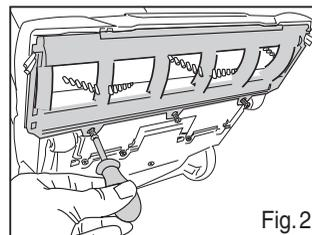

Fig. 2
• Ponga la aspiradora con su parte posterior en el piso. Retire los 3 tornillos (Fig. 2). Haga girar la placa del cepillo de rodillo hacia arriba y retírela.